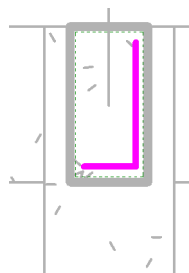

图 13-13 绘制草图
(2) 打开“修改 | 放置钢筋”选项卡，单击“绘制钢筋”按钮，选择放置钢筋的主体，这里选择梁。
(3) 打开如图 13-12 所示的“修改 | 创建钢筋草图”选项卡，单击“绘制”面板中的“线”按钮，绘制如图 13-13 所示的钢筋草图。